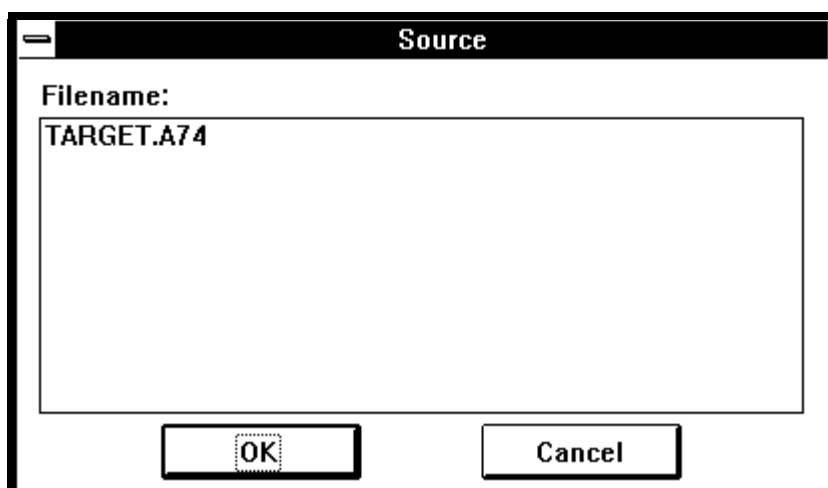

図 5-22 ファイルセレクションダイアログ
- Refer ボタンをクリックすると、ファイルセクションダイアログがオープンします。ソースファイル名の指定は、このファイルセクションダイアログから行うこともできます。図 5-22にファイルセクションダイアログの構成図を示します。